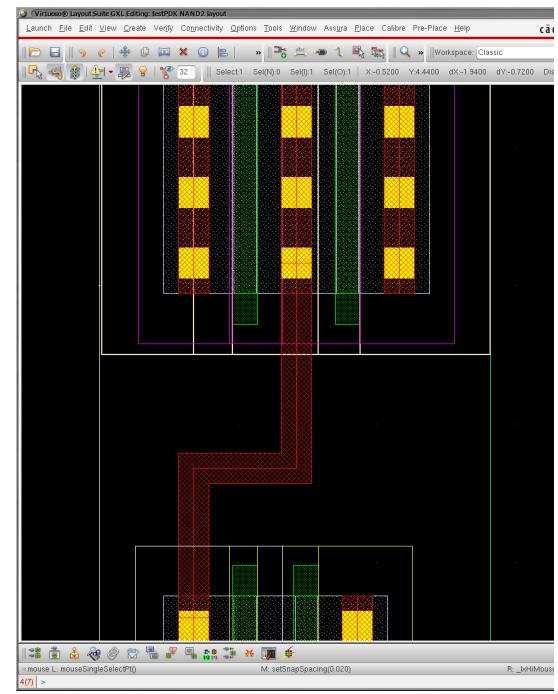

図 48: 配線接続の完了
5. では、間違った配線を Delete キーで削除し、再度配線を引き直す。まず間違った配線を選択し、Delete キーを押すと配線が削除され、Annotation Browser から Short の表示が消える事が分かる。その後、1 番からの動作を繰り返し、図 48 に示すように正しい箇所に配線を接続する。配線接続が完了すると、Annotation Browser 中で接続された配線名の後ろの括弧内の数字が一つ減る事が分かる。(本例では OUT 配線。)